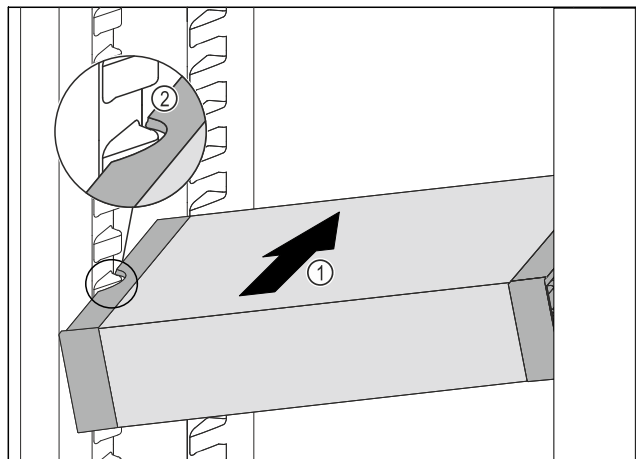

Fig. 167
- Insérer le VarioSafe en biais dans la partie réfrigérateur Fig. 167 (1) jusqu'à ce que les encoches latérales Fig. 167 (2) du VarioSafe se trouvent à la hauteur de la nervure du bac dans la partie réfrigérateur.